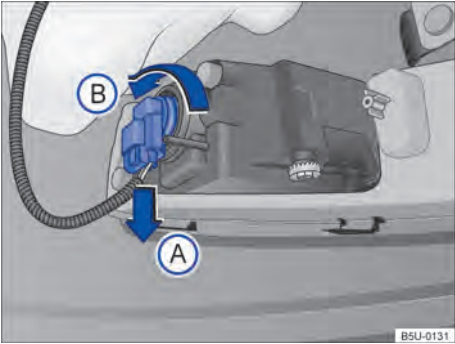

Fig. 176 Atrás do para-choque dianteiro: acesso à lâmpada incandescente do farol de neblina.
2. Desencaixar o conector de alimentação da lâmpada ⇒ Fig. 176 no sentido da seta (A), pressionar, ao mesmo tempo, a trava de fixação do conector.
3. Girar o soquete da lâmpada ⇒ Fig. 176, no sentido anti-horário da seta (B), e desencaixá-lo do alojamento.